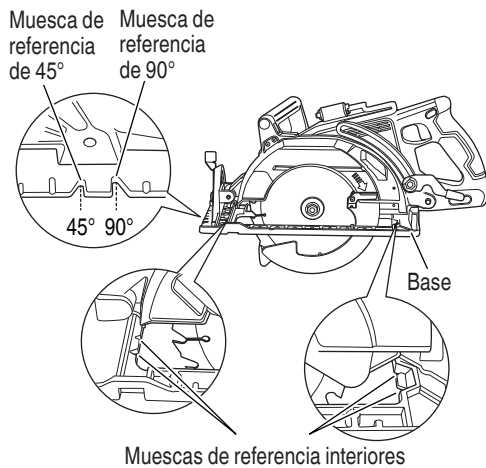

Fig. 27
- (1) La parte delantera de la base tiene una muesca de referencia de 90° y una muesca de referencia de 45° para el corte vertical y en bisel. Las muescas de referencia le permiten guiar la sierra por las líneas de corte marcadas en la pieza de trabajo. Asimismo, la sierra tiene las muescas de referencia interiores ubicadas en el interior de la base, como se muestra en la Fig. 27, para mantener el corte recto.
- (2) Cuando la base no está inclinada, use el lado derecho de la muesca. Si la base está inclinada (45 grados), use el lado izquierdo de la muesca (Fig. 27).
- (4) Incline la sierra hacia adelante y alinee la ranura (Fig. 27) con la línea guía premarcada.
- (5) Suelte la palanca. Cuando la cubierta de protección inferior entre en contacto con la superficie de la pieza de trabajo, ésta estará en la posición apropiada para abrirse libremente cuando comience el corte.
- (6) Sujetando la sierra, con la hoja alejada de la superficie de la pieza de trabajo, tire del interruptor disparador.
- (7) Tras alcanzar la sierra la máxima velocidad, baje poco a poco la parte trasera de la sierra hasta que su base se apoye en la superficie de trabajo.
- (8) Avance la sierra a lo largo de la línea de corte hasta llegar a la esquina.
- (9) Suelte el interruptor disparador y deje que la hoja se pare por completo antes de retirar la hoja de la pieza de trabajo.
- (10) Utilice una sierra de vaivén o una sierra manual para cortar las esquinas.
- (11) Cuando empiece cada corte nuevo, repita el procedimiento de arriba.